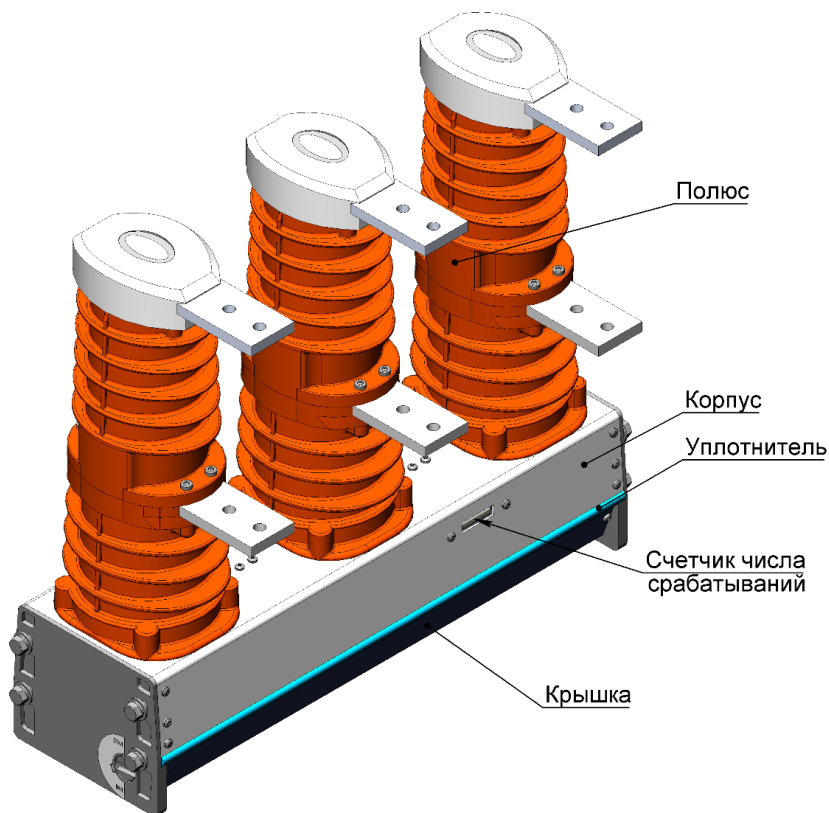

Рисунок 3 – Основные компоненты ВВ
3.1 ВВ состоит из трех полюсов, которые жестко крепятся на верхней части корпуса ВВ (рисунок 3). Каждый полюс представляет собой сборную конструкцию из прочного электроизоляционного материала.